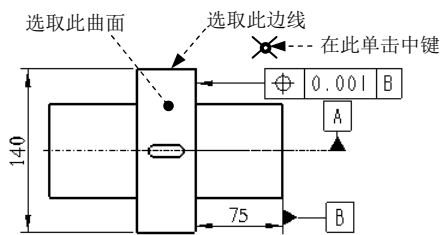

图 5.6.33 标注“位置度”
Step6. 将公差基准设置为 **B**，其他参数采用系统默认设置值，结果如图 5.6.33 所示。
Step3. 定义公差参照。在 **参考** 区域的 **类型** 下拉列表中选择 **曲面** 选项，选取图 5.6.33 所示的曲面为公差参照。
- (1) 在对话框中 **放置** 区域的 **类型** 下拉列表中选择 **法向引线** 选项，在弹出的
(2) 在系统 选择多边, 尺寸界线, 坐标系, 轴心, 多个轴线, 曲线, 顶点 或截面图元. 的提示下, 选取图 5.6.33 所示的边线。
(3) 在图 5.6.33 所示的位置单击中键, 放置“同轴度”公差。